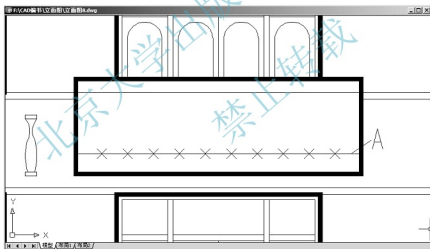

图 4.57 用点将 A 线等分为 11 份
(1) 执行菜单栏中的【绘图】|【点】|【定数等分】命令,或在命令行输入“DIV”后按 Enter 键,启动【定数等分】命令。
① 在**选择要定数等分的对象**:提示下,选择如图 4.57 所示的 A 线。
② 在**输入线段数目或 [块 (B)]:**提示下,输入“11”,表示用点将 A 线等分为 11 份,结果如图 4.57 所示。